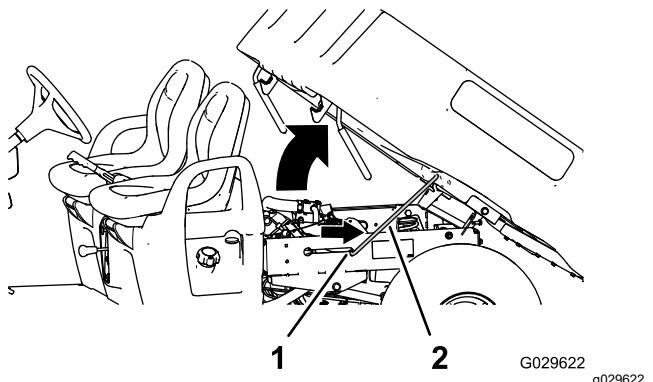

Figura 19
2. Tire de la varilla de sujeción hasta que entre en la muesca de retención para sujetar la plataforma (Figura 19).
2. Extraiga la varilla de sujeción de la ranura de retención (Figura 19).
3. Baje la plataforma hasta que se enganche firmemente en su sitio (Figura 19).